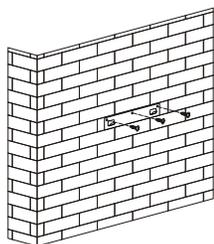

Рис. 4
- 2.2. Установите крепление на стену и закрепите его шурупами ST4\*30 (рис.4).